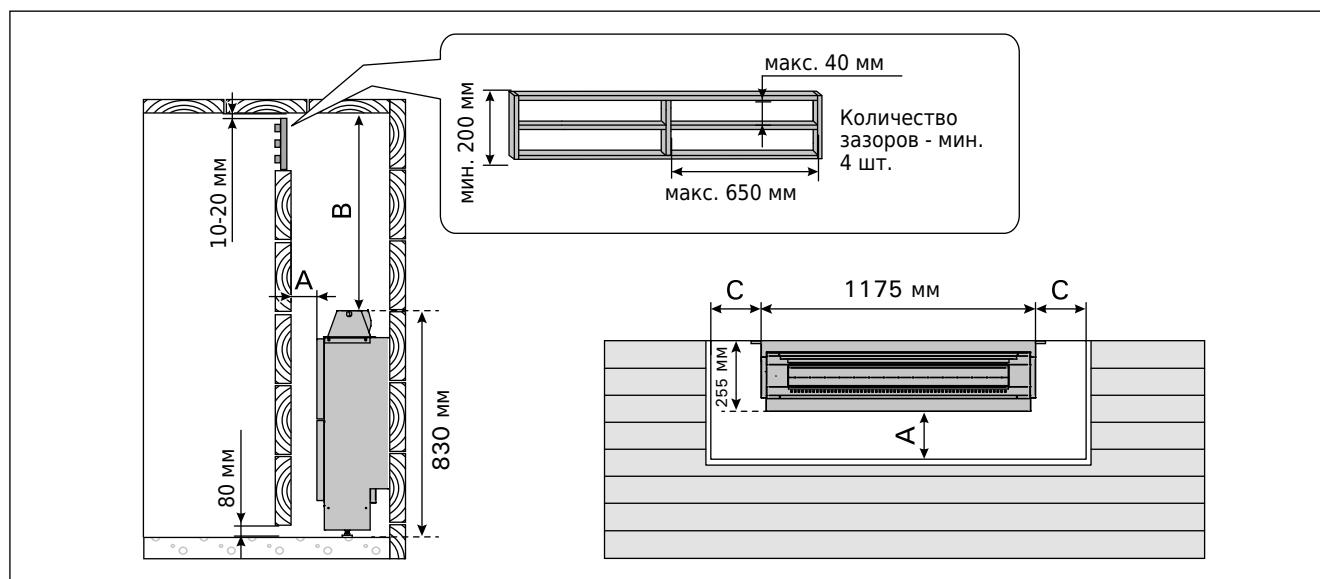

Рисунок 4. Безопасные расстояния каменки
лировать в парилке сауны и холодный воздух имел доступ к каменке. Над перегородкой следует установить решетку. Между решеткой и потолком для циркуляции воздуха оставьте щель 10-20 мм (см. рисунок 4).
- При расположении каменки выполняются условия минимальных расстояний, изображенных на рис. 4 и указанных в таблице 1.
Для предотвращения попадания горючих материалов на электрокаменку установите решетку над перегородкой, расположенной перед каменкой. См. рисунок 4.